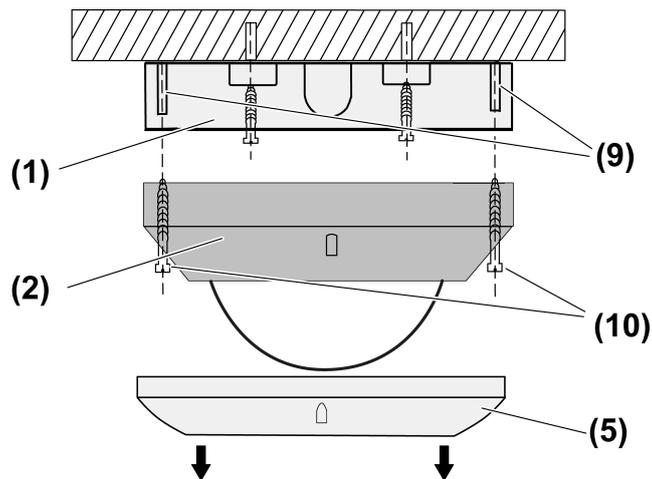
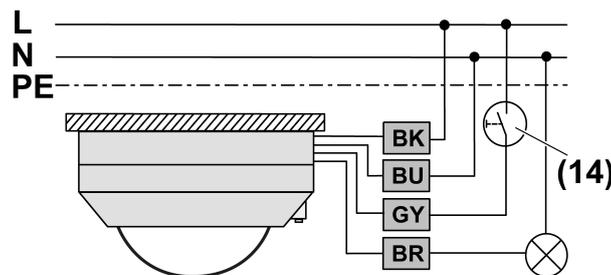
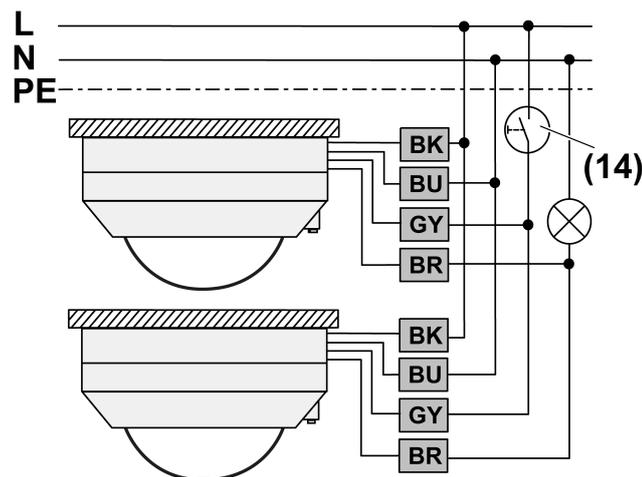

Figure 7: Montage
Figure 9: Schéma de raccordement de l'appareil individuel
Figure 10: Schéma de raccordement parallèle pour l'extension du champ de détection
- (1) Boîtier de raccordement
- (2) Enjoliveur capteur
- (5) Anneau enjoliveur
- (9) Bossages de fixation
- (10) Vis
- Retirer l'anneau enjoliveur (5) (voir figure 7).
- Desserrer les vis (10) (voir figure 7).
- Raccorder l'enjoliveur capteur selon le schéma de raccordement (voir figure 9) ou raccorder en parallèle les enjoliveurs capteurs selon le schéma de branchement (voir figure 10).
- Raccorder le bouton-poussoir en option (14) (voir figure 9) ou (voir figure 10). Il est nécessaire uniquement si une utilisation manuelle est également souhaitée.
- i** Sur les appareils individuels, un poste auxiliaire bifilaire peut également être utilisé comme alternative au bouton-poussoir (14).
- Visser l'enjoliveur capteur (2) avec les vis (10) et les bossages de fixation (9) sur le boîtier de raccordement (1) (voir figure 7).